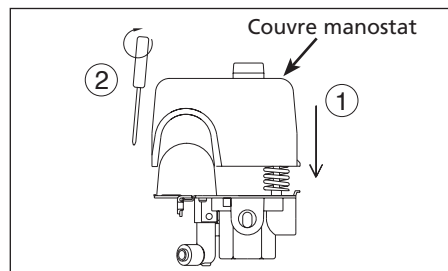

Figure 5
5. Installez le couvre-manostat sur le corps du manostat (Voir Figure 5).